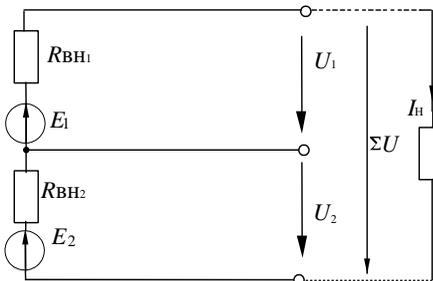

Рисунок 3 – Последовательное соединение источников ЭДС
**Последовательное соединение** (рис. 3) источников ЭДС (напряжения) дает большую по величине общую ЭДС (напряжения):  $\Sigma E = E_1 + E_2$ .